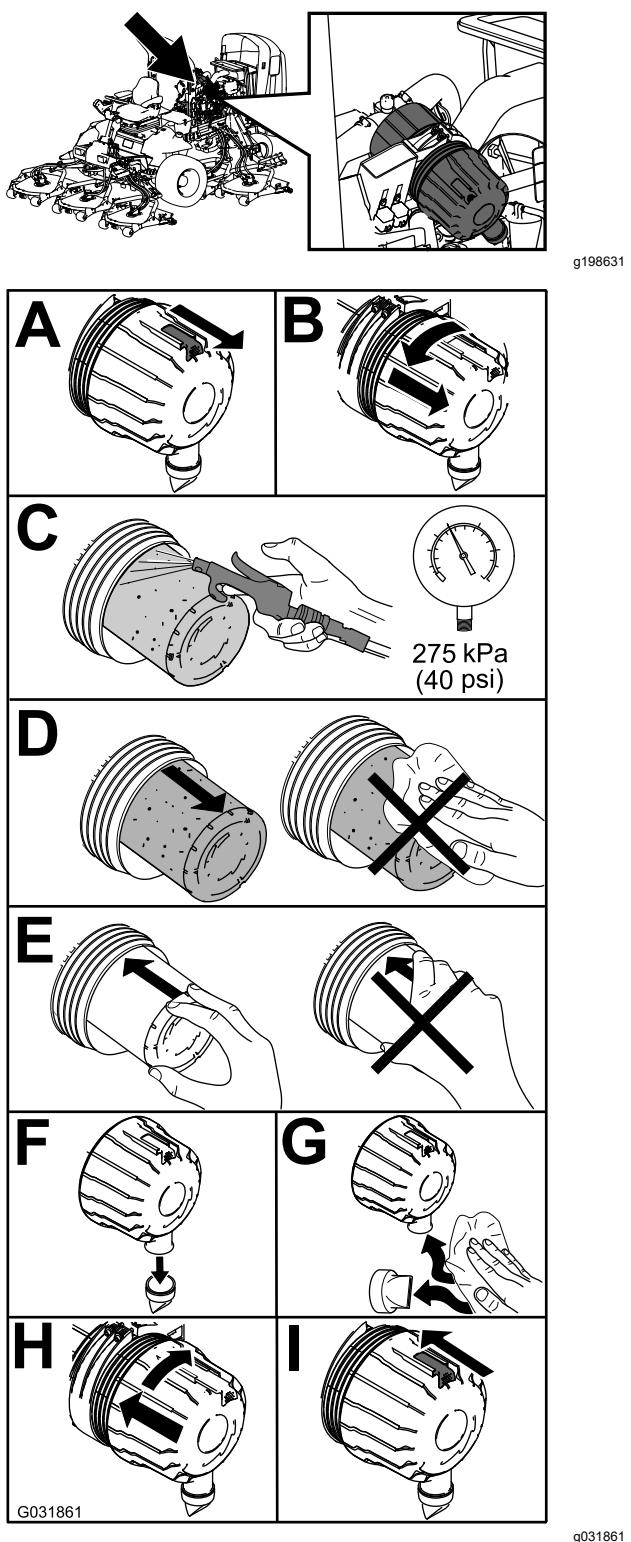

Рисунок 40
1. Замените воздухоочиститель (Рисунок 40).